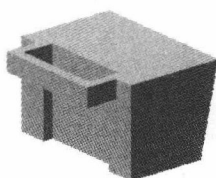
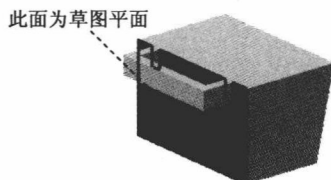

图 1.7 拉伸特征 3
图 1.8 定义草图平面
Step4. 创建图 1.7 所示的拉伸特征 3。
(1) 选择命令。选择下拉菜单 **插入(I) → 设计特征(F) → 拉伸(E)** 命令(或单击 **拉伸(E)** 按钮),系统弹出“拉伸”对话框。
(2) 单击“拉伸”对话框中的“绘制截面”按钮 ,系统弹出“创建草图”对话框。
① 定义草图平面。选取图 1.8 所示的模型表面为草图平面,单击 **确定** 按钮。